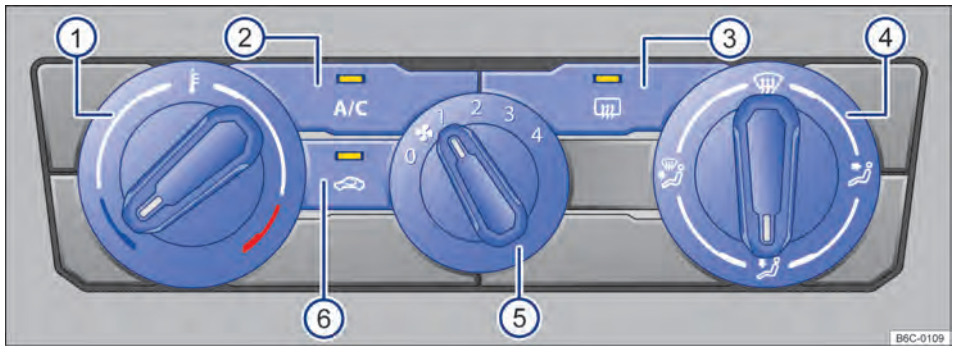

Fig. 79 Mandos del aire acondicionado.
- Girar el regulador de la turbina de aire exterior hacia el nivel 0 → fig. 79 ⑤.
- Presionar la tecla **A/C** → fig. 79 ② ara conectar y desconectar el funcionamiento de la refrigeración.
- Girar el regulador rotativo izquierdo → fig. 79 ①.
- Girar el regulador del ventilador → fig. 79 ⑤. ▶
- Presionar la tecla  → fig. 79 .
- Girar el regulador de la derecha → fig. 79  para la ubicación deseada.
- Girar el regulador derecha para la ubicación  → fig. 79 .